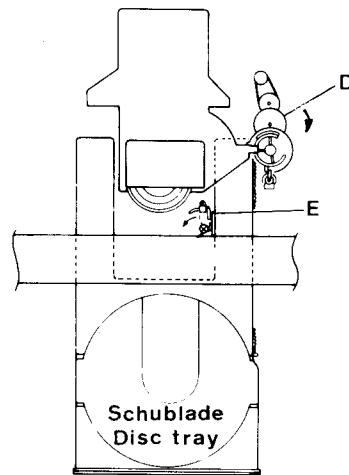

Fig. 3
- Das Zahnrad D Fig. 3 in Pfeilrichtung drehen und die Schublade ca. 5 cm herausfahren.
- Turn the toothed wheel D Fig. 3, in direction of the arrow and bring out the disc tray by about 5 cm.